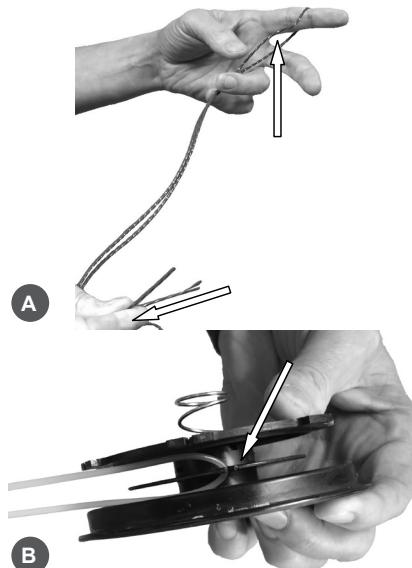

Рис. 16
2. Отрежьте корд длиной 5,4 м. Сложите его вдвое и выровняйте концы (Рис.16А). Установите корд петлей в паз на катушке(Рис.16В).